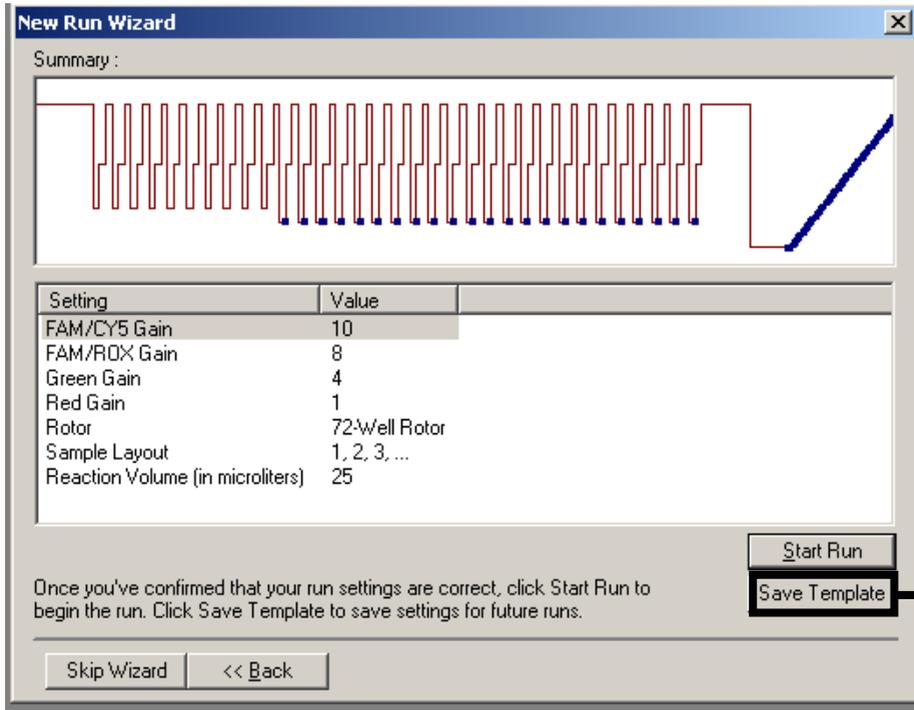

Figure 19. Enregistrement du modèle pour une utilisation ultérieure.
Résumé et enregistrement du modèle	Figure 18, Figure 19
12. Enregistrer le modèle pour une utilisation ultérieure (Figure 19).